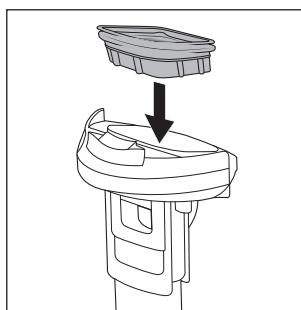

Fig. 28
- ◆ După ce componentele s-au uscat, puneți filtrul de murdărie **⑩** înapoi în capacul rezervorului de apă murdară **⑨** (a se vedea fig. 28).